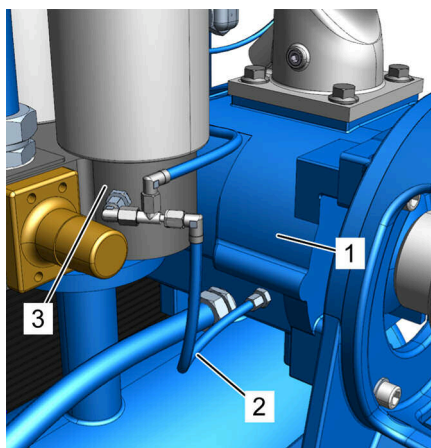

Рис. 47: Обратный трубопровод
Отсоедините обратный трубопровод (Рис. 47/2) на корпусе сепаратора (Рис. 47/3) и ступени компрессора (Рис. 47/1).
6. Очистите обратный трубопровод (Рис. 47/2) и сопло, при необходимости замените их оригинальными запчастями (↪ Приложение D «Список запчастей» на странице 138).
7. Снова установите сопло и обратный трубопровод (Рис. 47/2) на место и затяните резьбовые соединения (↪ Приложение B «Моменты затяжки винтов» на странице 133).